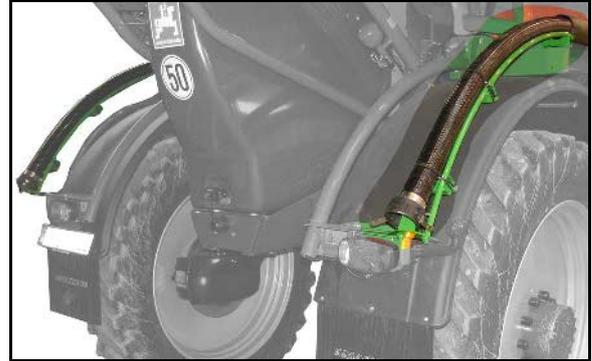

Fig. 76
- Påfylling med fri flytstrekning og svingbart utløpsrør (Fig. 76).